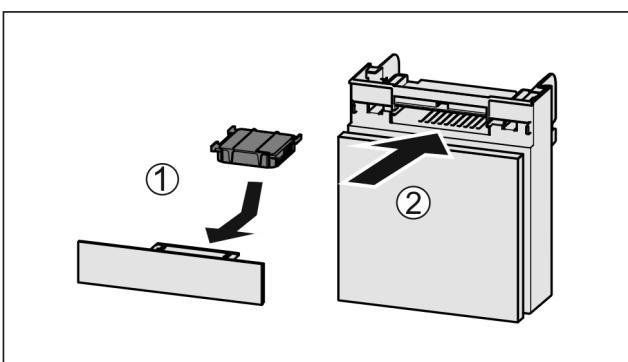

Fig. 57
- Filtr s aktivním uhlím vložte podle vyobrazení Fig. 57 (1).
- Zásuvku zasuňte Fig. 57 (2).